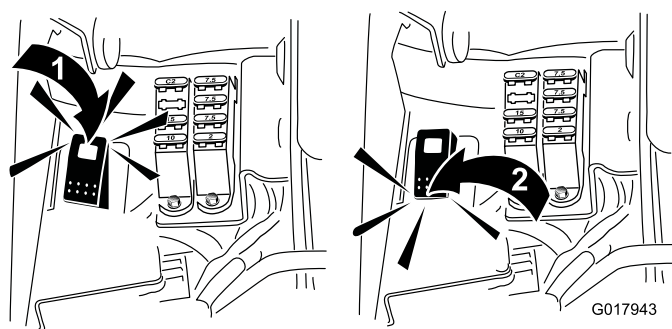

Рисунок 51
5. Переведите переключатель заточки в положение «Обратное вращение» ("Reverse") (R) (Рисунок 51).